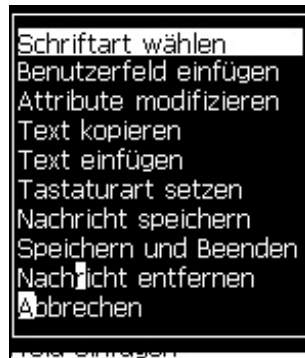

Abbildung 5-34: Editormenü
- 1 Drücken Sie die Taste *Alt+E* oder drücken Sie *F1*. Das Menü *Editor* erscheint (siehe Abbildung 5-34).